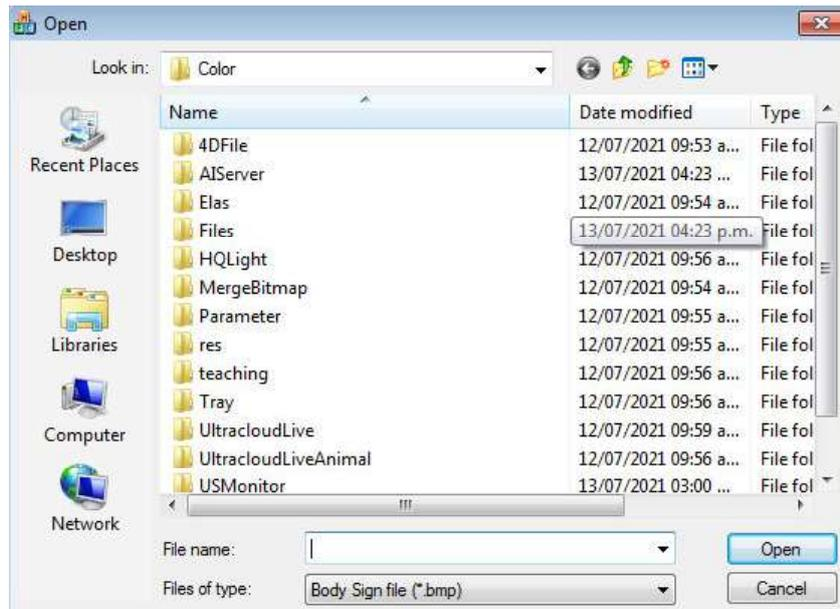

Fig. 5-12 Seleção do arquivo de marca do corpo da tela
- 2) Clique no botão **Importar** à direita para exibir a tela de seleção de arquivos. Veja a Fig. 5-12. Find o local de salvamento da marca do corpo e selecione a marca do corpo a ser importada. (**[Note]: o tamanho da marca do corpo é 64*64.**) E, em seguida, clique em Abrir para importar a marca do corpo para o sistema de ultrassom.